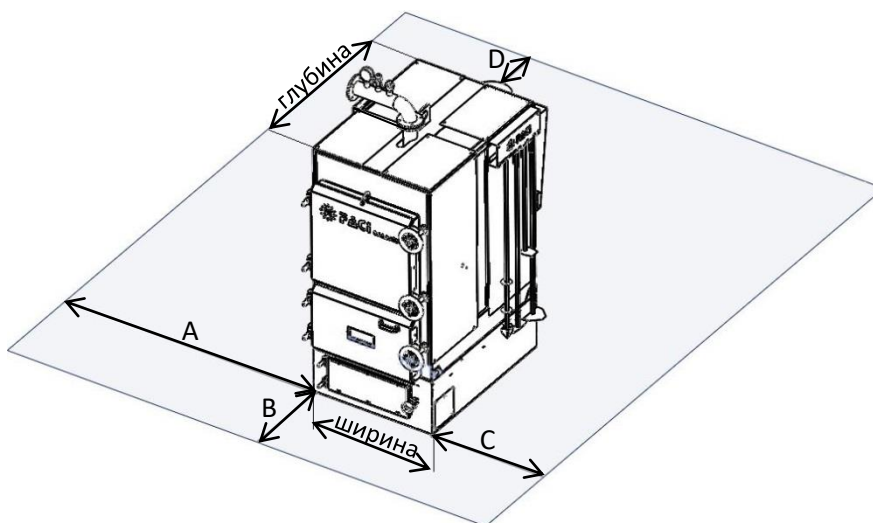

Рис. 11
2.2.4 При установке котла в котельной необходимо соблюдать требования выдерживания свободных расстояний до ближайших препятствий (рис. 11). В указанных размерах свободных расстояний не должно находиться никаких предметов, ни трубопроводов, ни других элементов котельной. Указанные технологические проходы должны быть свободны для доступа в любое время и ничем не загромождены.
Обозначение на рис. 11	Требуемое значение размера.